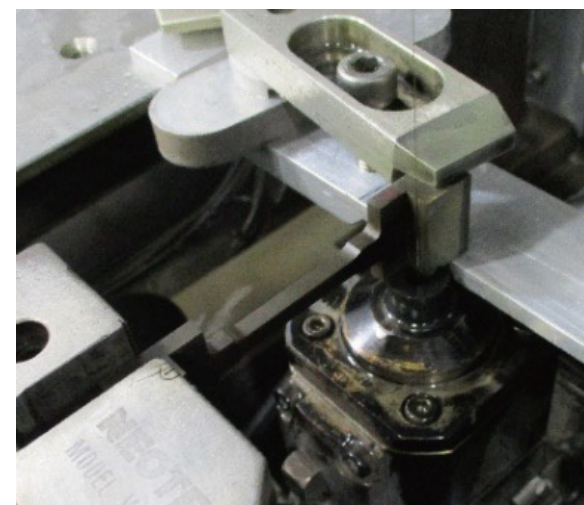
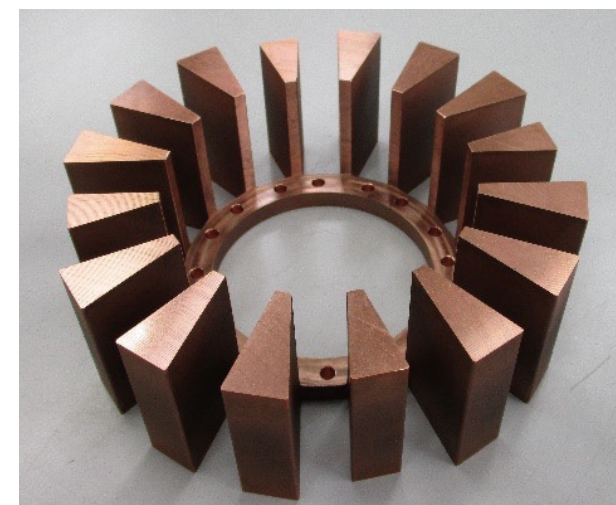

図4:引張試験片の加工の様子
図5:Eddy current damping part
- 図4は、試験片を加工中の様子。図5は、この装置で加工した物の一例。